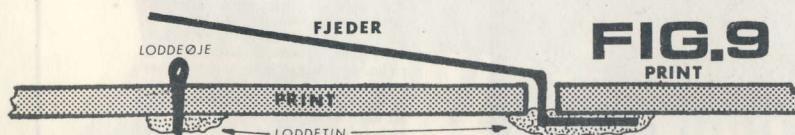

FIG.9
2. De 25 fjedre monteres efter Fig. 9. Disse justeres efter lodningen til et gab på 10 mm.
Fig. 9 viser hvorledes en af de 25 fjedre monteres på hovedprintpladen, husk at lodningen på fjederen og printpladen skal have meget varme.